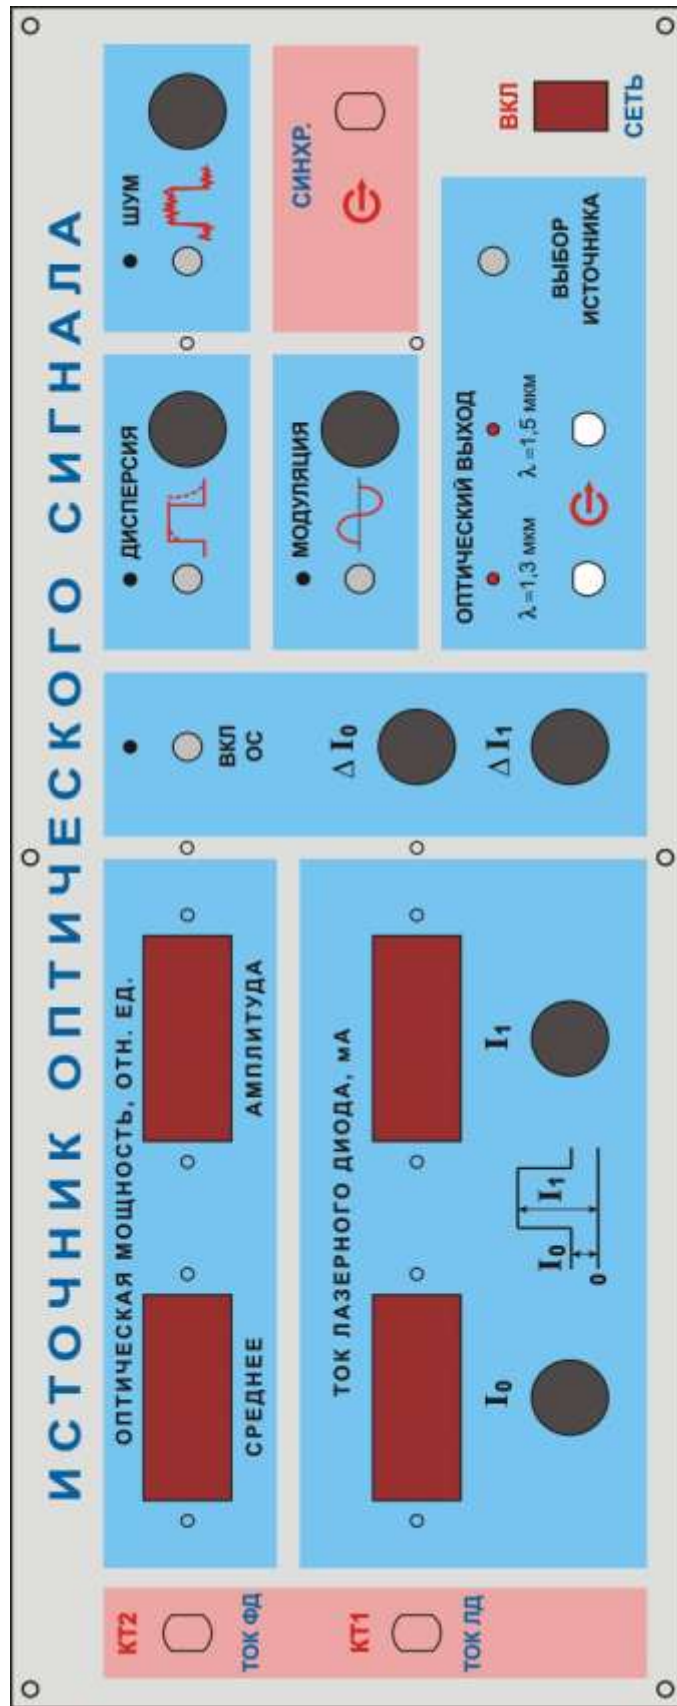

Рис.2.
8.Электронный блок «Источник оптического сигнала» (ИОС). Его лицевая панель изображена на рис.2.
Диоды состыкованы с отрезками одномодового волокна, которое оконцовано коннекторами типа FC/SPC. Коннекторы подключены к оптическим соединительным розеткам типа FC/UPC выведенным на лицевую панель и расположенным в окне «**ОПТИЧЕСКИЙ ВЫХОД**» (рис.2). С их помощью лазеры соединяются с внешними элементами установки.